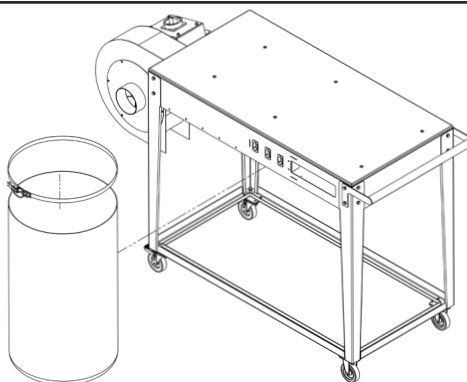

figura 6
6. Após a correta instalação do motor, coloque o saco coletor utilizando a cinta de fixação como indica a **figura 6**.